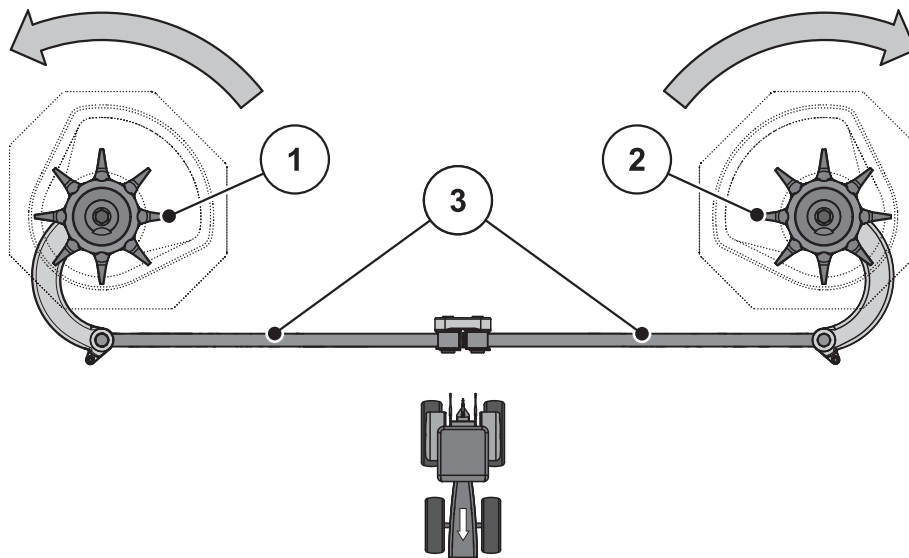

Bild 10.9: Rührwerksantrieb prüfen
2. Rührkopf von Hand in die **Drehrichtung der Wurfscheibe** drehen. Siehe Bild 10.9.
3. Rührkopf von Hand oder mithilfe eines Ölfilterbandes kräftig **gegen die Drehrichtung der Wurfscheibe** drehen. Siehe Bild 10.9.